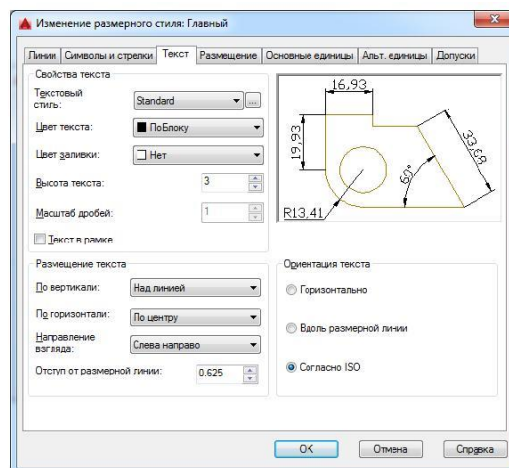

Рис.4.
11. Заштрихуйте прямоугольник (рис. 4а), используя в окне Штриховка и градиент "Тип" не "Стандартный", а "Из линий". Тогда нужно задать угол наклона линий штриховки и расстояние между ними в окнах "Угол" и "Интервал". Если требуется, поставьте флажок в окошке "Крест-накрест". После этого задайте контур штрихования и выполните команду.
12. Заштрихуйте остальные контуры чертежа (b, c, d, e, f) тип штрихования "Стандартный". Выбирайте образцы с типами штриховок, показанными на рис. 4. Трудность состоит в том, что вы должны задать масштаб штриховки. К выбору масштаба следует отнестись очень внимательно - если он слишком мал, то штриховка будет выглядеть сплошной заливкой, а если велик, то
Диалоговое окно на рис.4, вкладка "Текст", позволяет определить размещение размерного текста и задать текстовый стиль для размерной надписи.